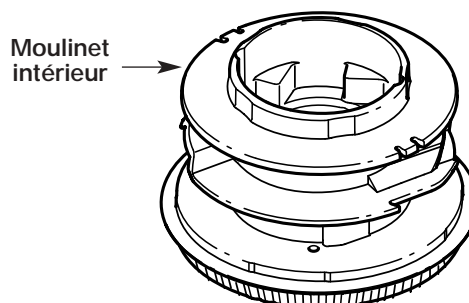

Fig. 21
- Retirez tout le fil du moulinet intérieur avant de nettoyer. Enlevez tout débris ou trace d'herbe du bouton, du ressort, du moulinet et du joint en mousse. Lavez le moulinet intérieur avec de l'eau tiède savonneuse (Fig. 21).